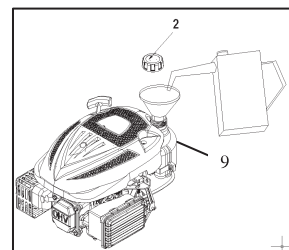

Fig. 5
1. Retirez le bouchon du réservoir (2).
2. Ajoutez le carburant au bas de la limite de niveau de carburant dans le col du réservoir de carburant (9). (Voir la figure 5)
5. Capacité du réservoir de (9) carburant : 1,2L (0,317US gal, 0,264UK gal)